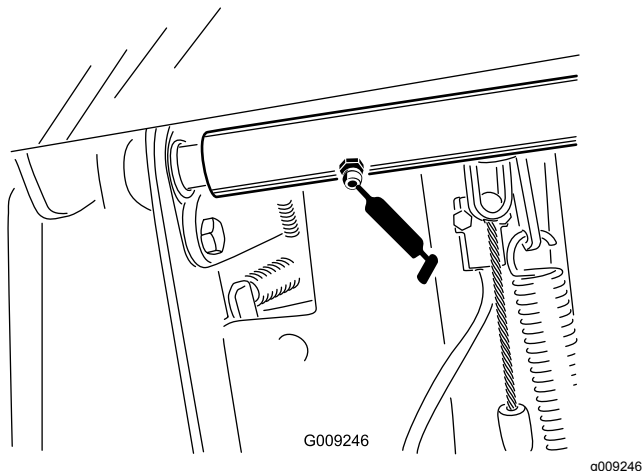

Bild 60
- Bremspedal-Drehzapfen der Wellenlager (2) (Bild 60)